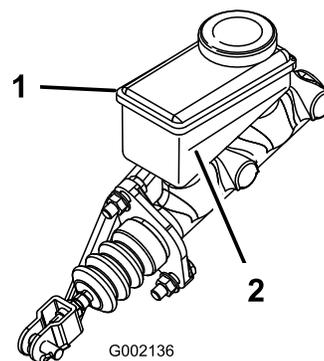

Рисунок 64
5. Проверьте уровень жидкости в боковой части бачка (Рисунок 64).
- B. Доливайте тормозную жидкость DOT 3 в бачок, пока ее уровень не будет выше отметки «Минимум» (Рисунок 64).